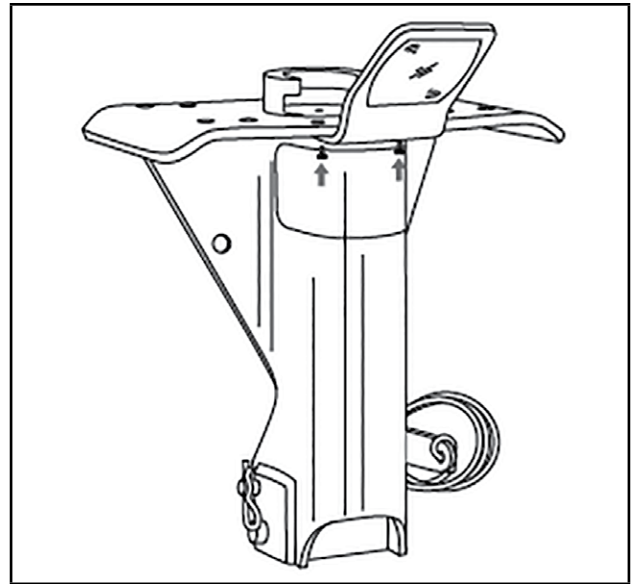

Figura 6.15
- Gire la manija a esta posición (vea la Figura 6.15) y levante el remolque para sacarlo de la bola del enganche.
Ponga el perno y la pinza de seguridad (vea la Figura 6.15).